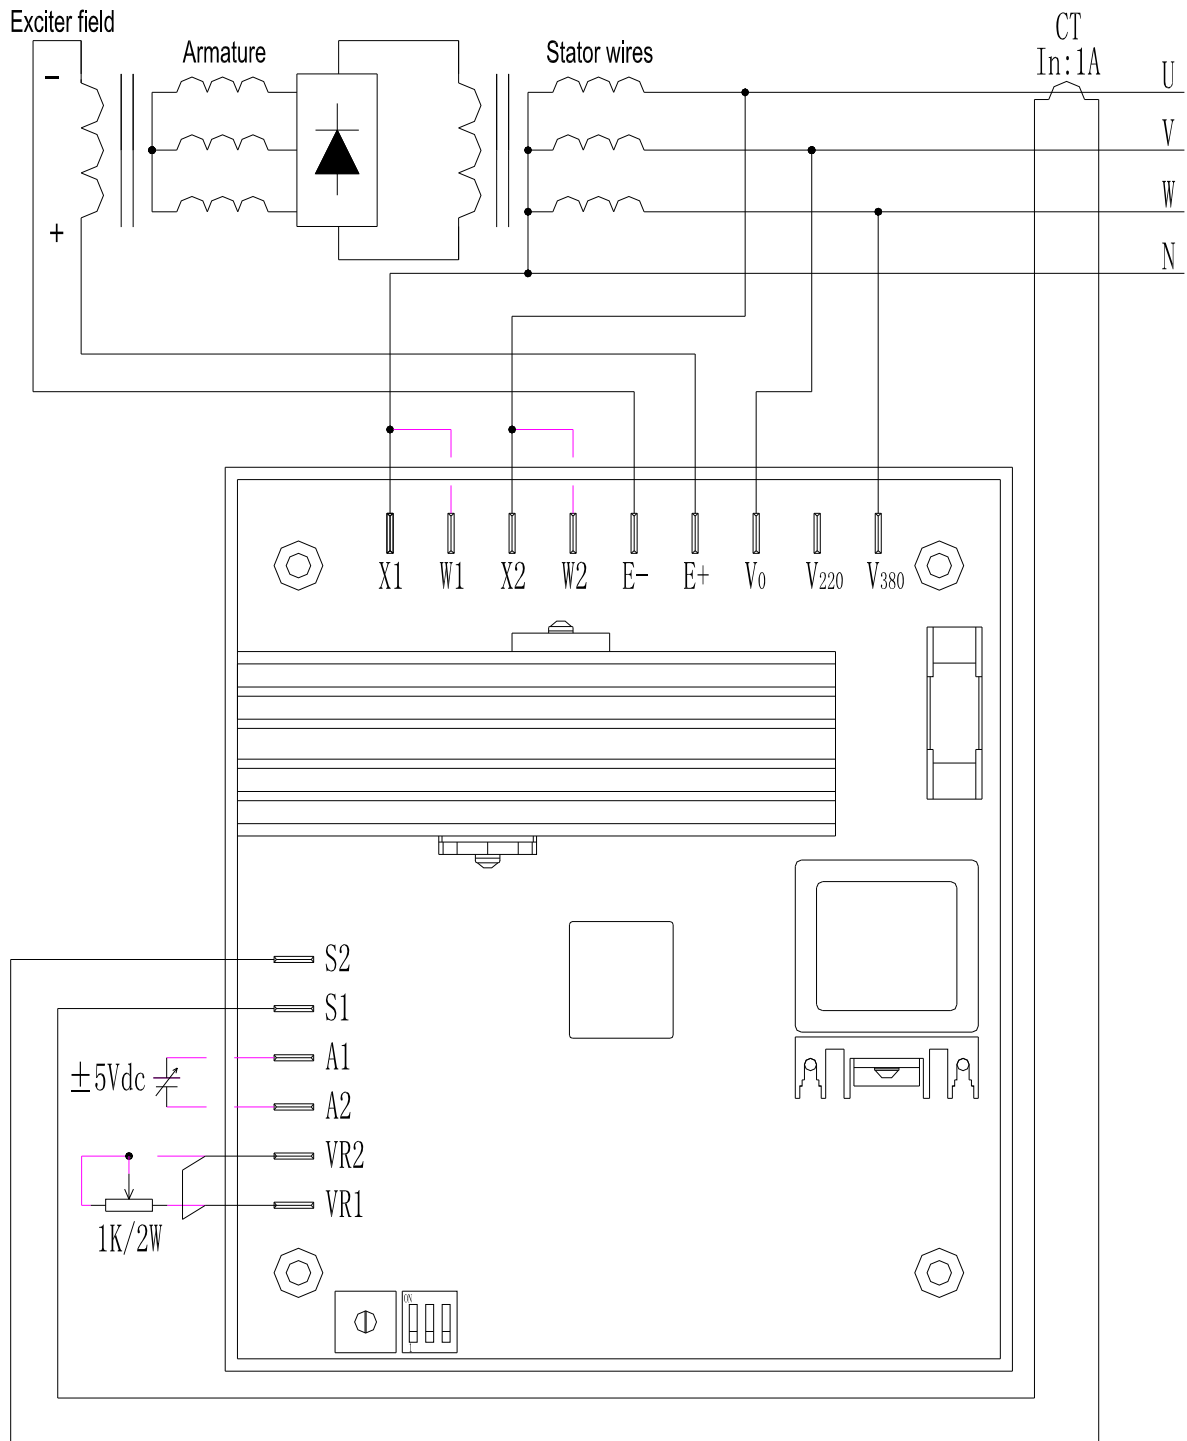
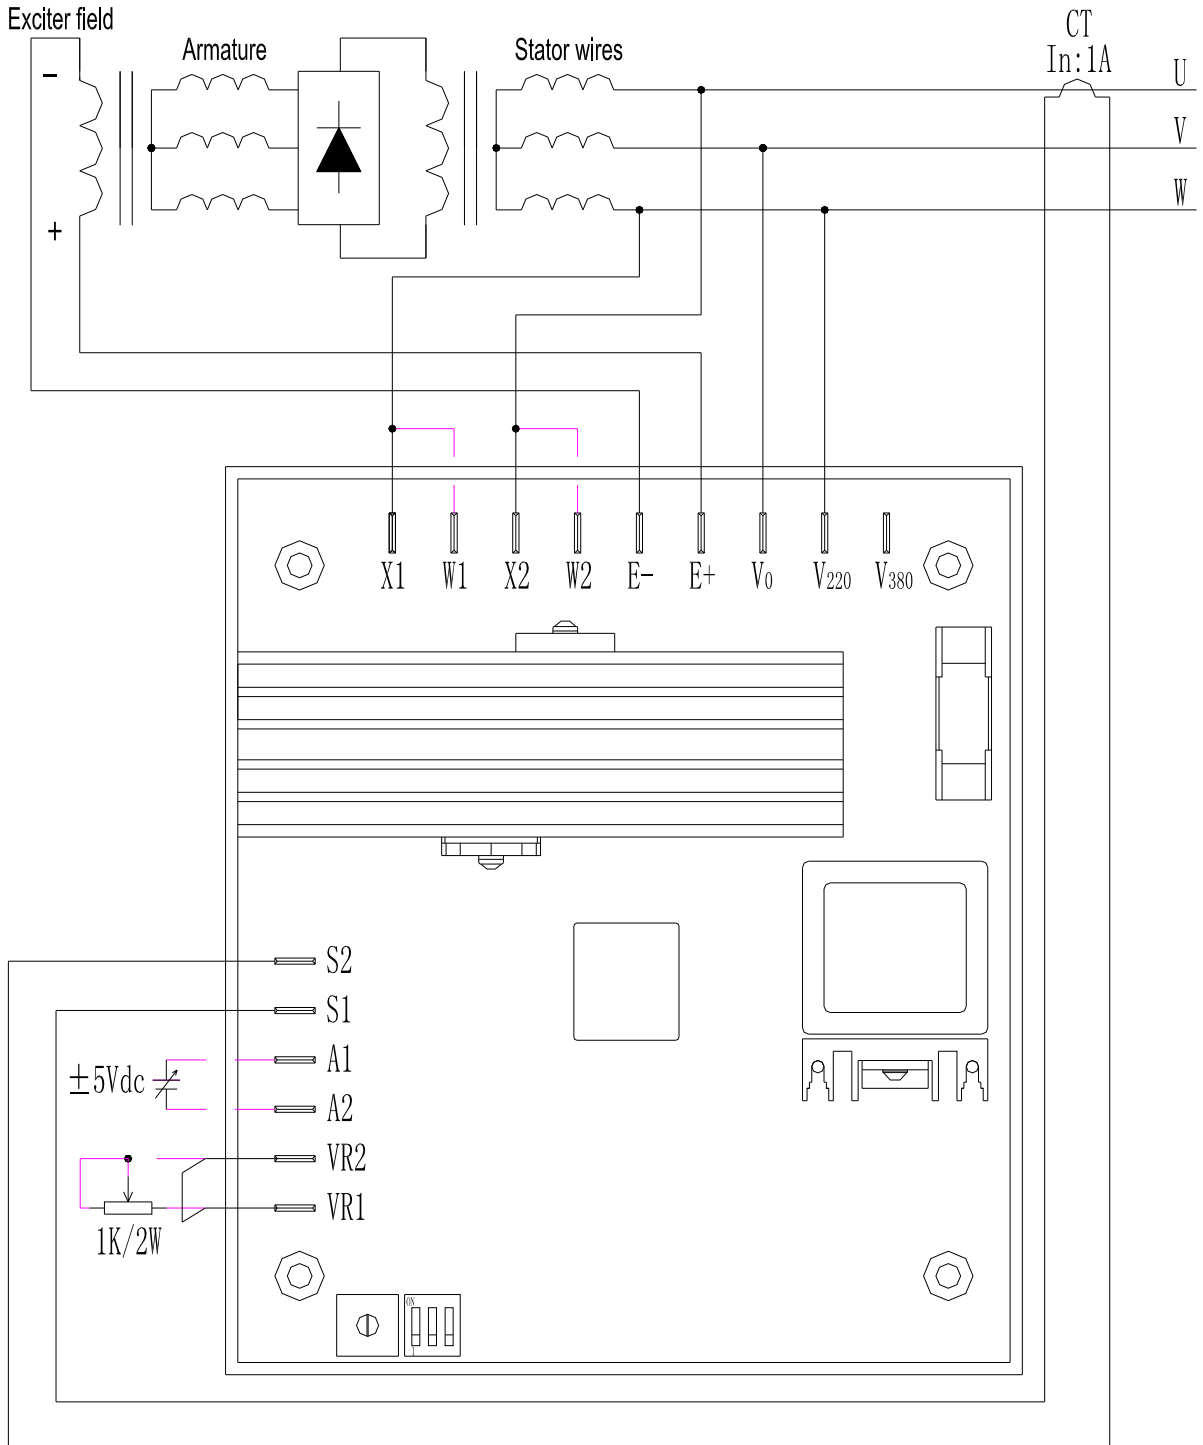
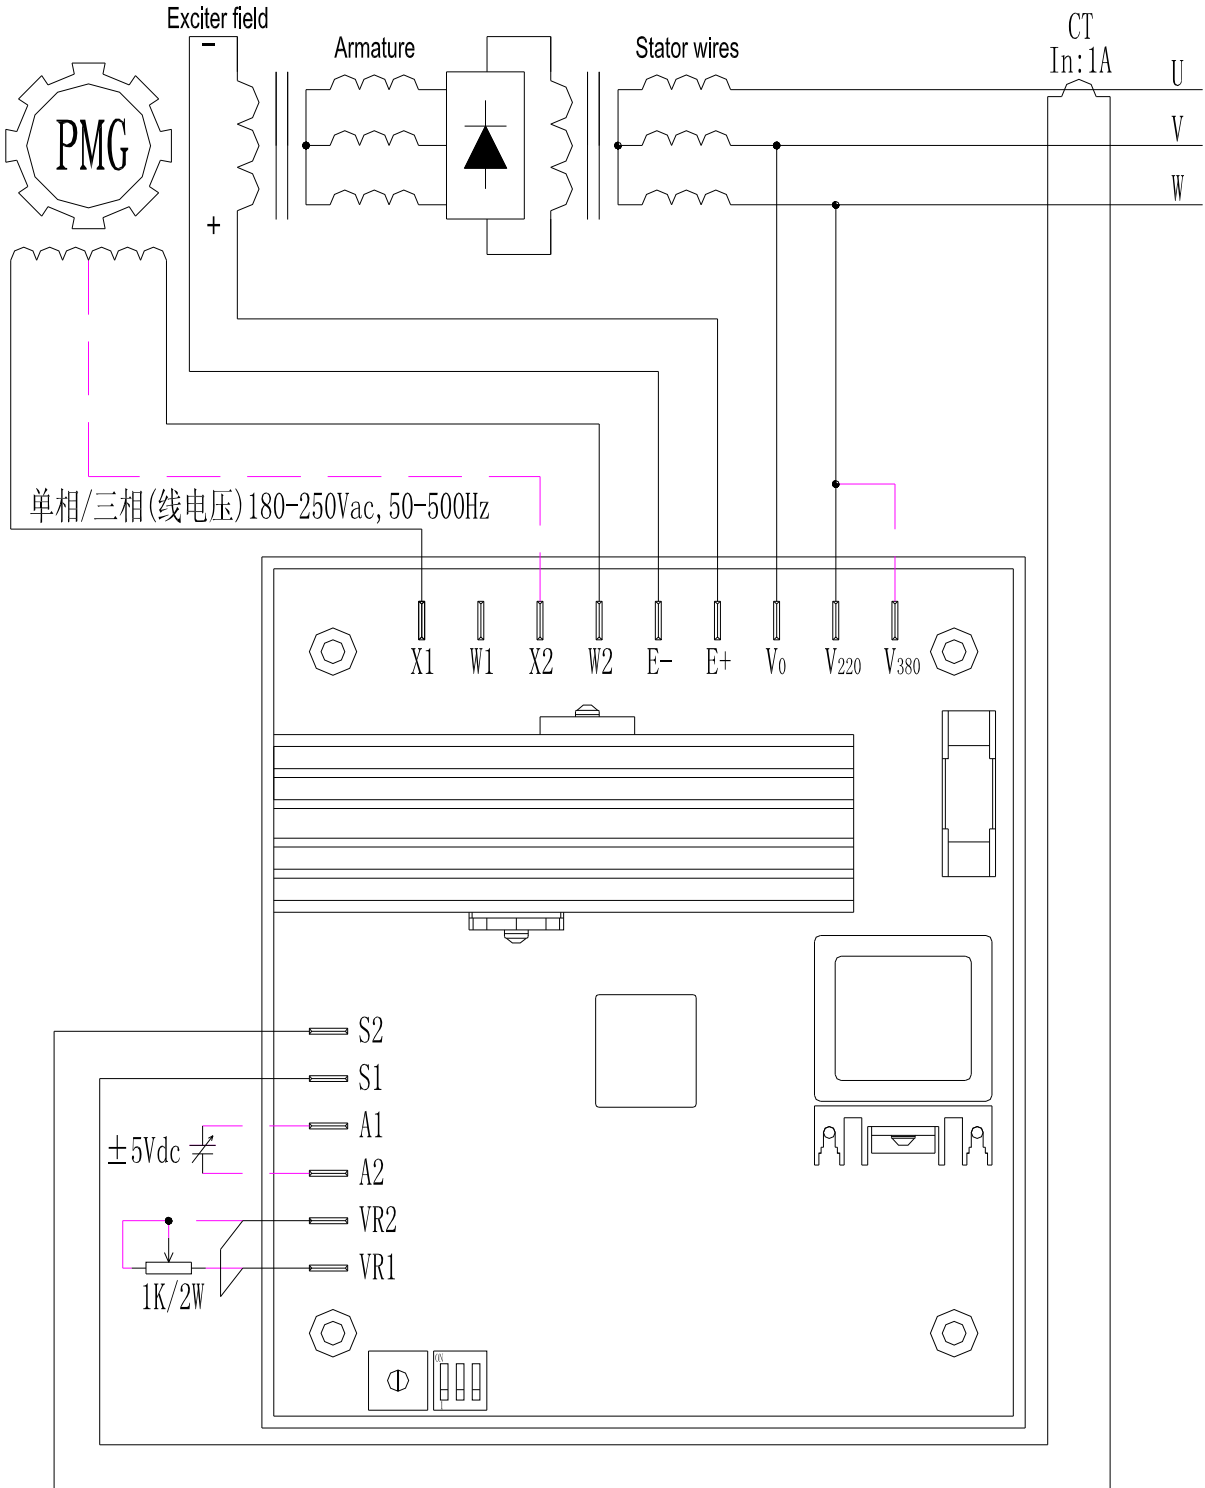

图 4 400V 系统自励接线图
图 5 200V 系统自励接线图
图 6 200V/400V 系统 PMG 接线图
具体接线图见图 4、图 5、图 6：
其它各调节器在 AVR 背面, 具体位置见图 4
- 1、按图 5 连接电压调节器, 拨码开关 SW1 设定 ON, SW2、SW3 设定为 OFF, 并将其接入 220Vac/50Hz 电源。